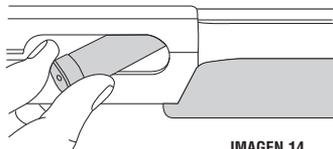

IMAGEN 14
4. Introduzca un cartucho del calibre y longitud correctos a través de la ventana de expulsión. Véase la Imagen 14.